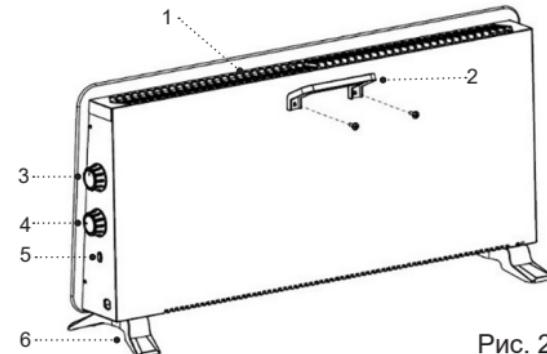

Рис. 2
- Закрепите ручку для переноски (2), используя два винта M4x16мм (рис. 2).